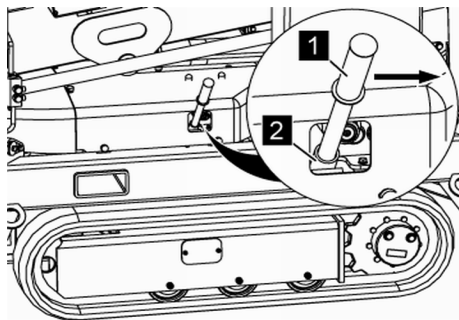

Fig. 68: Levier de verrouillage
4. → Enfoncer le levier de verrouillage (Voir la Fig. 68/1) pour le réglage du système d'entraînement dans la goupille de verrouillage (Voir la Fig. 68/2).
5. → Desserrer le verrouillage en appuyant sur le levier de verrouillage (Voir la Fig. 68/1) dans le sens de la flèche.
6. ➔ Maintenir le levier de verrouillage (Voir la Fig. 68/1) en position ouverte, et monter avec précaution les deux appuis du côté du système d'entraînement à chenilles qui doit être rentré, donc descendre le châssis de ce côté, jusqu'à ce que le système d'entraînement à chenilles soit rentré (↪ Chapitre 6.5 « Mettre la machine en position de travail » à la page 70).
7. ➔ Relâcher le levier de verrouillage (Voir la Fig. 68/1) et l'enlever.